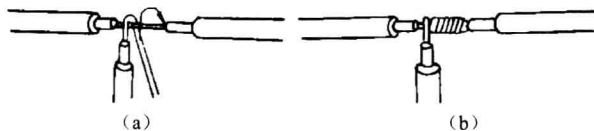

图 1-1-12 单股导线 T 字连接
② 注意事项
① 支线端与平线去绝缘层后呈十字交叉，支线端环绕成结状，如图 1-1-12 (a) 所示。
② 顺时针密绕 6~8 圈后，收尾压紧，如图 (b) 所示。